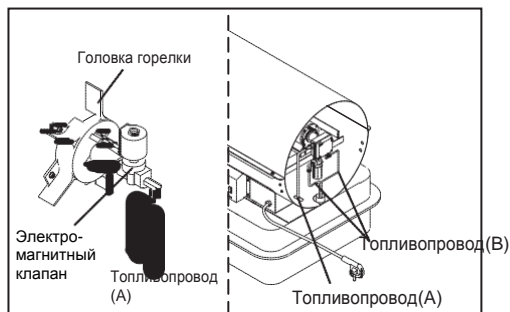

Рис. 11. Замена топливопроводов.
- Используйте 1/4 "ключ и затяните топливопровод (А) на электромагнитном клапане и на насосе. (Смотрите рисунок 11)